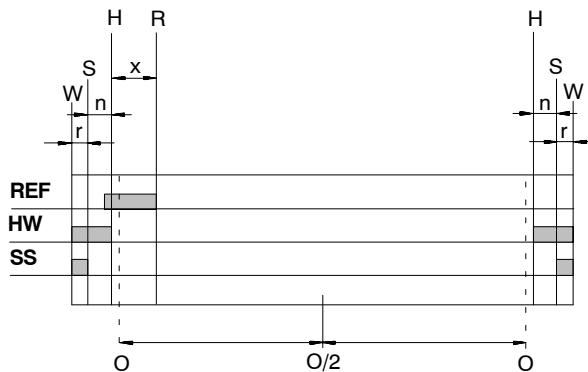

Bild 47
- Es überlappen sich die Ansprechbereiche (graue Balken in Bild 47) von Sicherheitsendschalter (SS) und Hardware-Endschalter (HW). Beim Einschalten der Achse vermeiden Sie so Betriebszustände undefinierter Art.